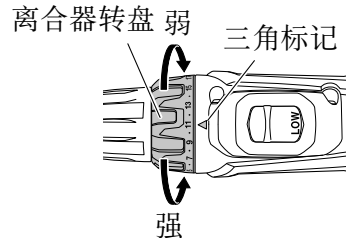

图 14
## (2) 旋紧转矩的指示(请参照图 14)
## (3) 调节旋紧转矩(请参照图 14)